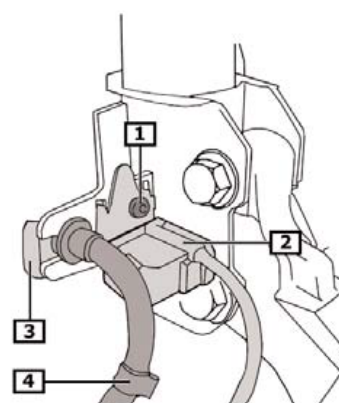
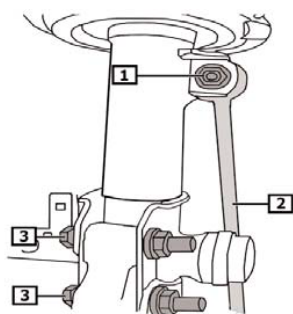
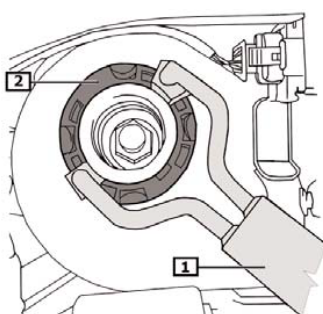

Fig. 4 :
Fig. 5 :
Fig. 6 :
6. **Fig. 4** Retirer l'agrafe de support (3).
7. Enlever le flexible de frein (4) du support.
8. Enlever la vis (1).
9. Ôter le capteur CDC (2) avec son support.
11. **Fig. 5** Dévisser l'écrou (1).
12. Séparer la biellette de connexion (2) de la jambe de force.
13. Enlever les vis (3).
15. **Fig. 6** Maintenir en place la jambe de force à l'aide d'une clé à ergots. Enlever le circlip (2).